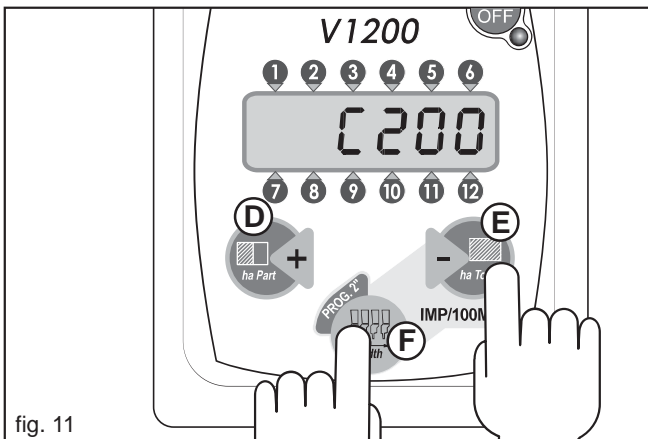

fig. 11
Die Konstante **C** steht für die Anzahl der Impulse, die der auf dem Antriebsrad angebrachte Sensor auf einer Länge von 100 m meldet, und die vom Monitor für die Berechnung der bearbeiteten Hektar verwendet wird. Bei eingeschaltetem Bildschirm gleichzeitig die Tasten (F) und (E) gedrückt halten (Abb.11); es erscheint die blinkende Anzeige "C", gefolgt vom programmierten Wert. Tasten loslassen und die Tasten (D) und (E) einzeln drücken, um den programmierten Wert zu erhöhen oder zu vermindern. Nach Erreichen des gewünschten Werts die Taste (F) gedrückt halten, bis auf der Anzeige die Arbeitsbreite erscheint, um die Eingabe zu bestätigen. Für die manuelle Eingabe des Wertes der Konstante **C** wird auf die unten stehende Tabelle verwiesen: